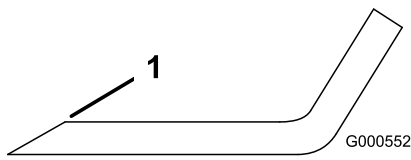

Figure 43
1. Au moyen d'une lime, aiguiser les tranchants aux deux extrémités de la lame (Figure 43). Veillez à conserver l'angle de coupe d'origine. Limez la même quantité de métal sur chacun des deux tranchants pour ne pas déséquilibrer la lame.